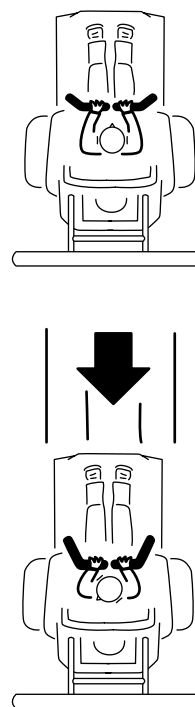

Рисунок 26
3. Для движения назад смотрите сзади себя и медленно потяните рукоятки управления назад (Рисунок 26).